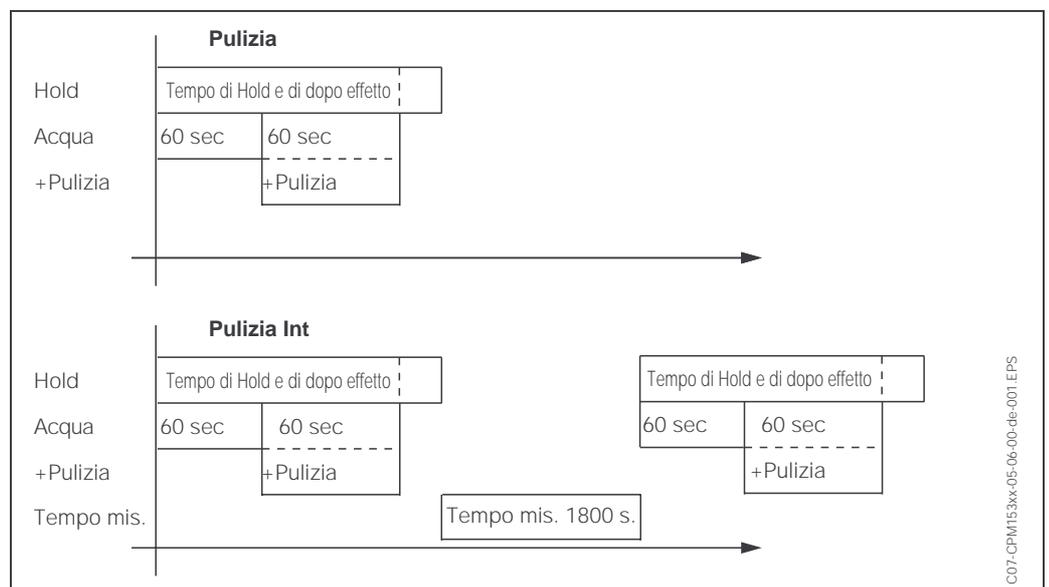

Fig. 36: Rappresentazione grafica dell'esempio di pulizia precedente
- "Clean Int": la pulizia viene eseguita a intervalli con periodi definiti (vedere fig. 36). Questo programma non può essere avviato direttamente tramite l'ingresso binario.